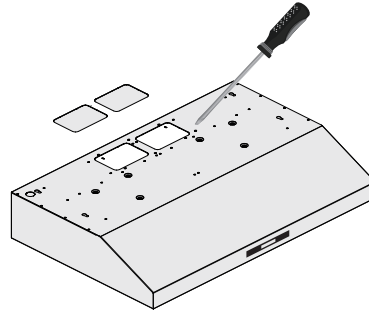

Figure 2
- Selon l'option de ventilation extérieure choisie (voir Page 10), sortez le panneau d'acier soit sur le haut ou à l'arrière de la hotte (voir figure 2).